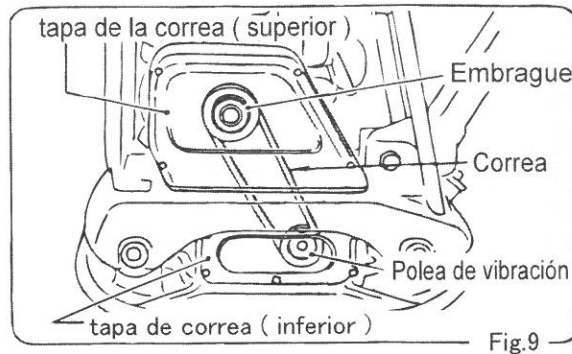

Fig.9
a. Revisión de la correa en V (Fig. 9)